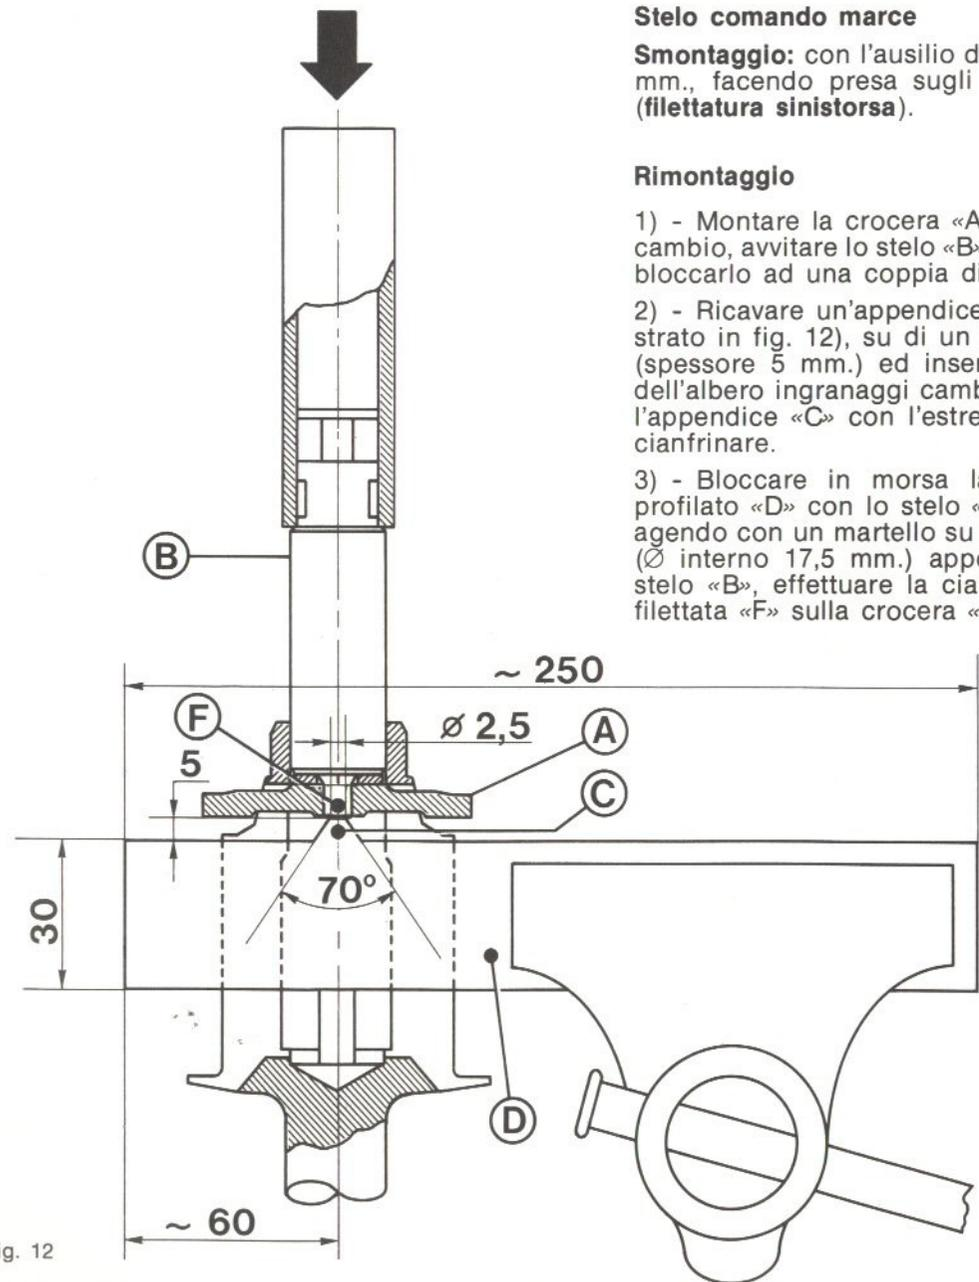

Fig. 12
- 2) - Ricavare un'appendice conica «C», come illustrato in fig. 12), su di un profilato in lamiera «D» (spessore 5 mm.) ed inserirlo in una scanalatura dell'albero ingranaggi cambio fino a far coincidere l'appendice «C» con l'estremità dello stelo «F» da cianfrinare.